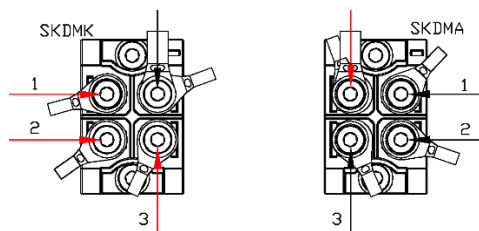

Figura 6.3: Posizione delle punte per la conduzione nei moduli diodi
2. Con un ohmmetro, misurare la resistenza di ciascun diodo come in Figura 6.3. Cavo positivo (rosso) sull'anodo e cavo comune (nero) sul catodo per misurare in conduzione diretta.